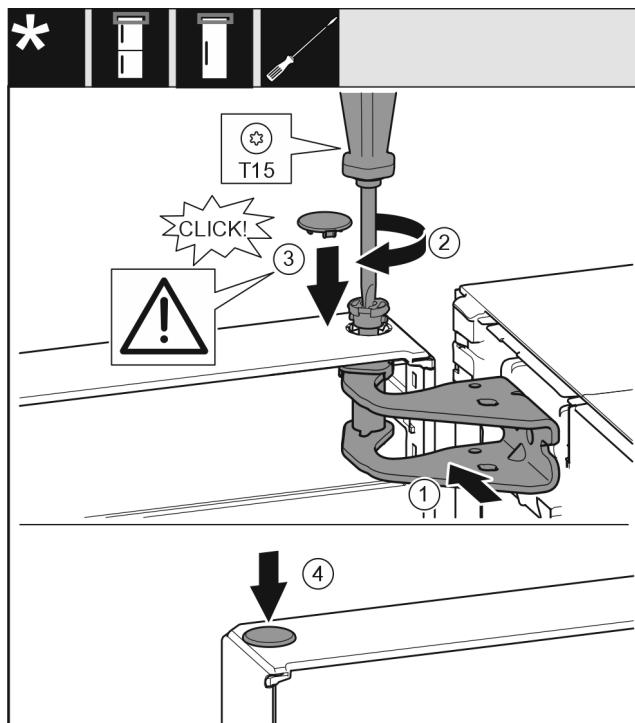

Fig. 21
- Poravnajte gornja vrata prema otvoru u podlošku ležaja. Fig. 21 (1)
- Umetnите svornjak i zavijte odvijačem T15. Fig. 21 (2)
- Montirajte sigurnosni pokrov radi osiguranja vrata: Umetnute sigurnosni pokrov i provjerite naliježe li na vrata. U protivnom u potpunosti umetnute svornjake. Fig. 21 (3)
- Umetnute čep. Fig. 21 (4)